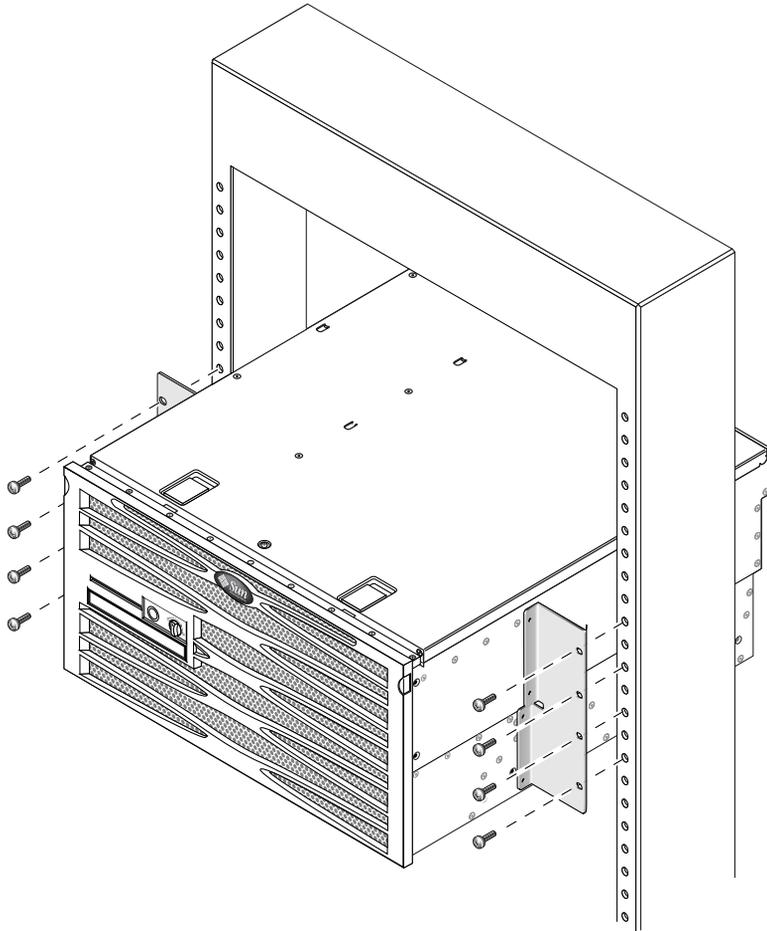

ABBILDUNG 3-25 Befestigen der Vorderseite des Servers am Rack
4. Befestigen Sie unter Verwendung von vier Schrauben auf jeder Seite die Vorderseite der Montagewinkel, die seitlich am Server angebracht sind, an der Vorderseite des Racks (ABBILDUNG 3-25).